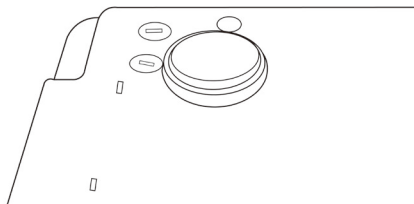

Figura 9-1 Sustitución del fusible
Utilizar un destornillador de estrella para extraer el portafusibles en el sentido de la flecha (en sentido contrario a las agujas del reloj), y sustituir el fusible dañado por un fusible primario proporcionado o aprobado por nuestra empresa. Atomillar el portafusibles en el sentido contrario para fijarlo. El método de sustitución se muestra en la Figura 9-1:
- Presionar el portafusibles hacia abajo y rotarlo en sentido contrario a las agujas del reloj, como se muestra en la Figura 9-1. Tras retirar el fusible dañado y sustituirlo por uno nuevo, hay que presionar el portafusibles y girarlo en el sentido de las agujas del reloj.